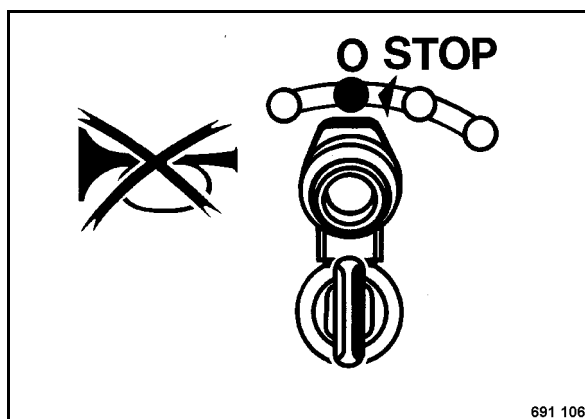

Fig. 49
- Girar la llave de encendido (Fig. 49) a posición "0" y sacarla.